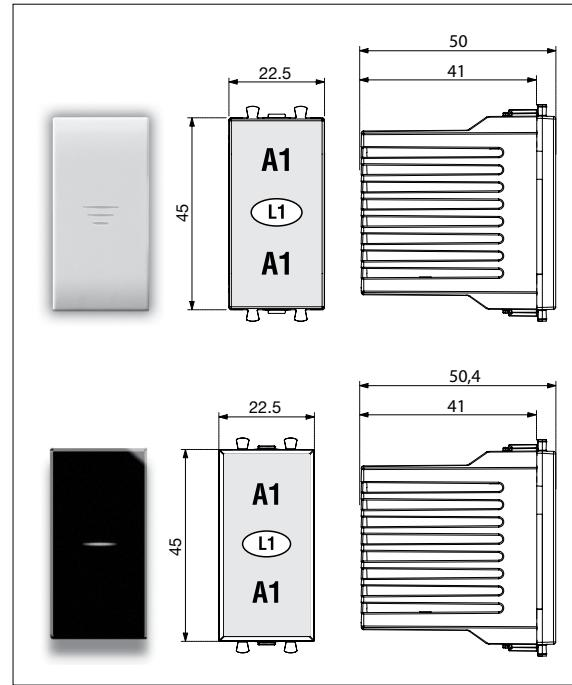

Fig. 1
- Zone frontale sensible: toute la face avant de l'appareil (voir fig. 1 zone A1)
- en appuyant légèrement le doigt sur la plaque en correspondance de toute la face avant du dispositif (voir fig. 1)
- Led frontal (L1) pour repérage dans l'obscurité (voir fig. 1): lorsque l'on approche la main, le LED émet une lumière plus intense.
- Área frontal sensible: todo el lado frontal del aparato (véase fig. 1 área A1)
- apoyando levemente el dedo sobre la placa en correspondencia con toda la parte frontal del dispositivo (véase fig. 1)
- Led frontal (L1) para localización en la oscuridad (véase fig. 1): en el momento del acercamiento de la mano el LED emite una luz más intensa.